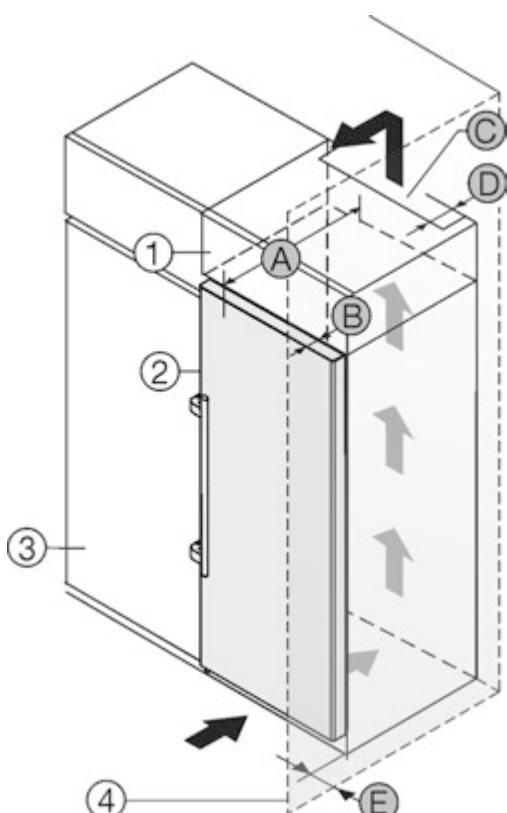

Fig. 2
- (1) Шафа для встановлення на пристрой*
- (2) Пристрой*
- (3) Кухонна шафа*
- (4) Стінка*
- (B) Глибина дверей*
- (C) Вентиляційний зазор*
- (D) Відстань задня сторона пристроя*
- (E) Відстань до сторони пристроя*
- (A) Глибина пристроя*
Ви можете встановити пристрій безпосередньо поряд із кухонною шафою Fig. 2 (3).*
Зі зворотного боку шафи для встановлення на пристрой слід передбачити вентиляційну шафу завглибшки Fig. 2 (D) на всю ширину цієї шафи.*
Слід дотримуватись вентиляційного отвору Fig. 2 (C) в стелі приміщення.*
Якщо пристрій із шарнірами встановлюється поряд зі стіною Fig. 2 (4), відстань між пристроєм та стіною повинна бути не менше 57 мм. Це відповідає необхідній відстані для ручки після відкривання дверцят.*
Щоб мати можливість повністю відкривати дверцята, потрібно, щоб пристрій виступав на відстань глибини дверцят Fig. 2 (B) відносно передньої панелі кухонної шафи. Залежно від глибини кухонних шаф Fig. 2 (3) та використання пристінних розпірок пристрій може ще більше виступати вперед.*